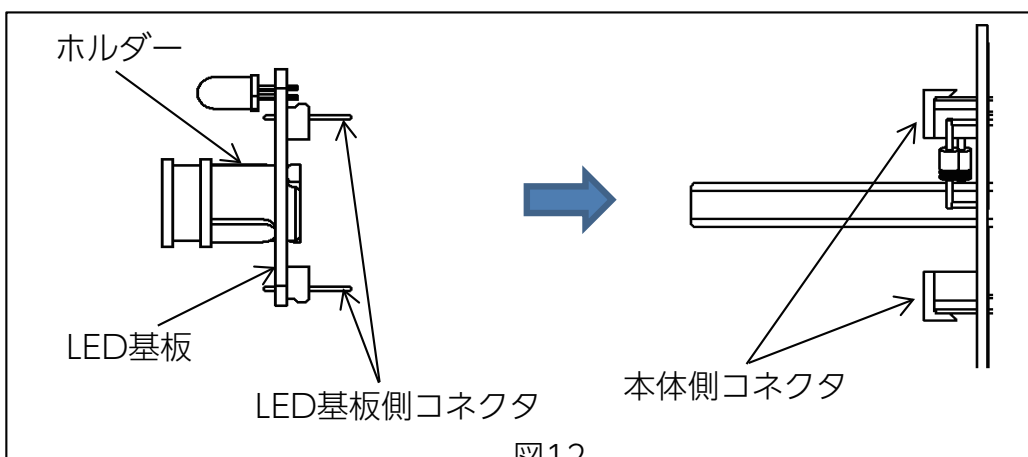

図12
- ④ LED基板のLEDが上側になる様にし、LED基板側のコネクタと本体側のコネクタを完全に結合させて下さい。（図12）